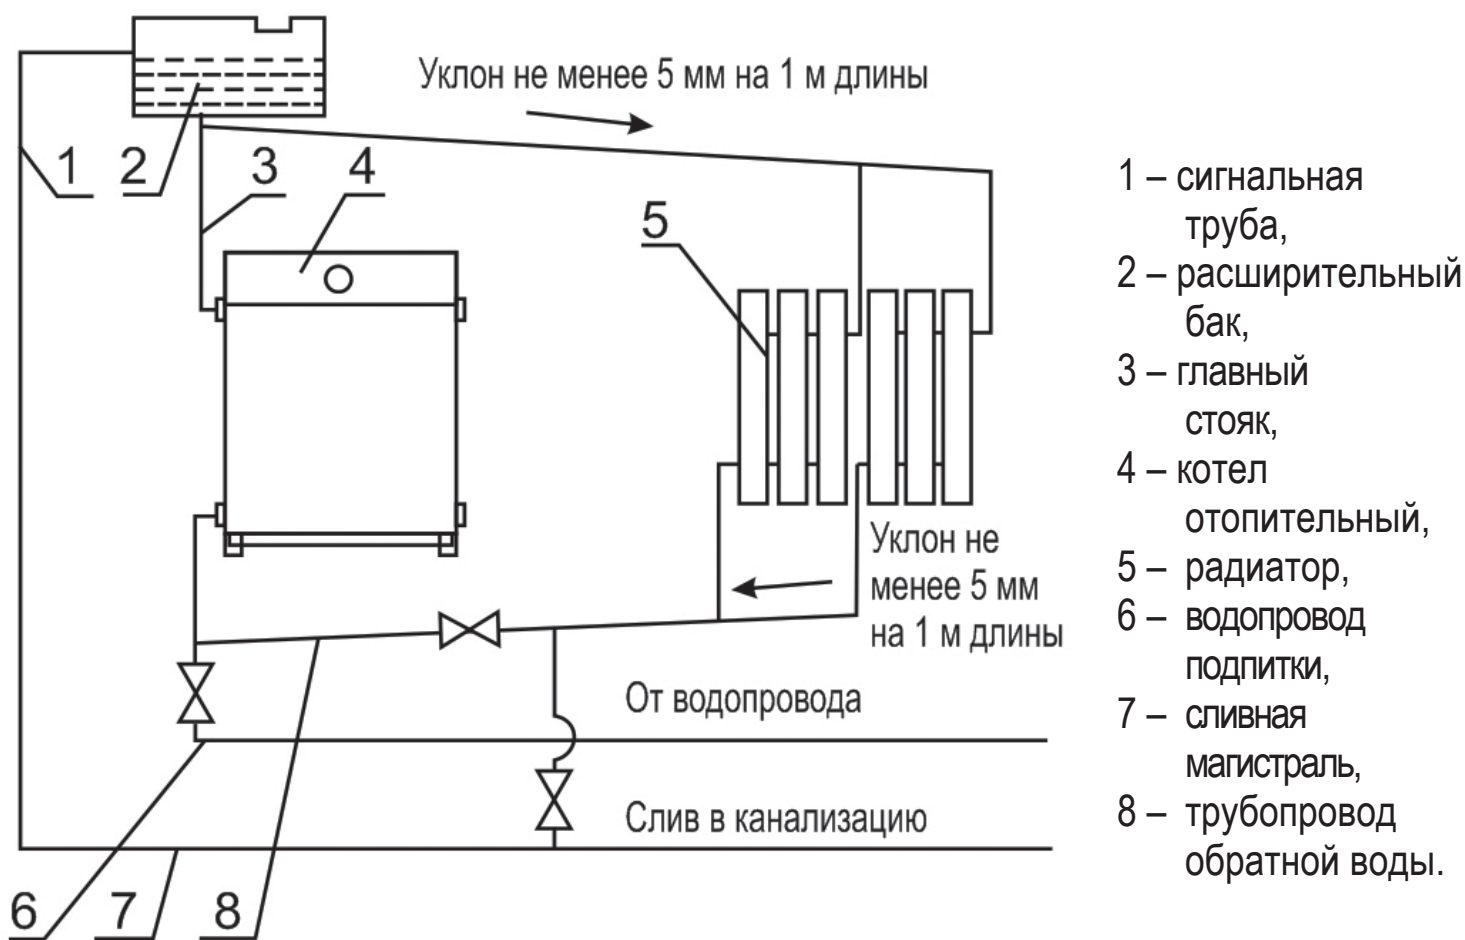

Рисунок 7 - Рекомендуемая схема системы отопления без циркуляционного насоса
7.3. Схема установки котла приведена на рис.7.